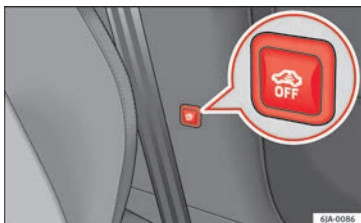

Abb. 125 Taste der Innenraumüberwachung und des Abschleppschutzes.
- Drücken Sie die Taste  » **Abb. 125** an der Mittelsäule, das rot hinterleuchtete Symbol  in der Taste leuchtet daraufhin orange.